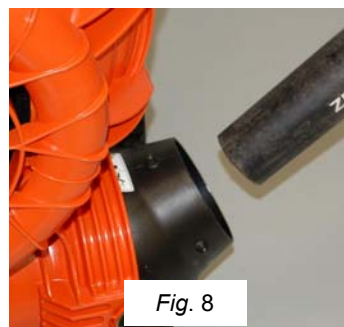

Fig. 8
*Met behulp van perslucht, of een rugzakblazer, kunt u rommel makkelijk losmaken van de waaier en behuizing, die slijtage aan de machine kan veroorzaken. U kunt de rommel handmatig verwijderen door de voorste behuizing te verwijderen. Opmerking: Koppel tijdens onderhoud altijd de bougie los. (Zie fig. 8 en 9)